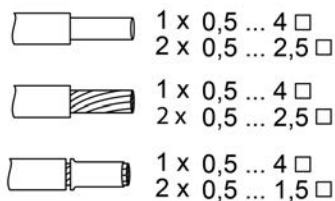

рисунок 5: Сечение провода под клемму
-  Соблюдайте сечение провода под клемму (рисунок 5).
- Подключение вставки Plug & Light для скрытого монтажа розетки (1) для насадок с регулируемой яркостью выполняется согласно следующим схемам подключения: